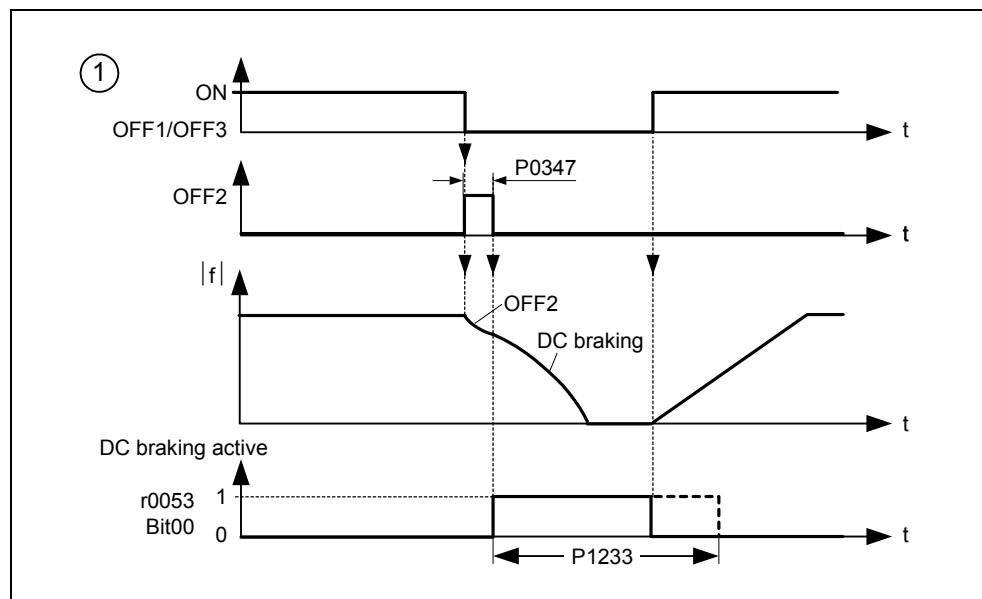

Bild 3-63 DC-Bremse nach AUS1 / AUS3
2. Aktivierung der DC-Bremse mit dem AUS1- oder AUS3-Befehl (siehe Bild 3-63)